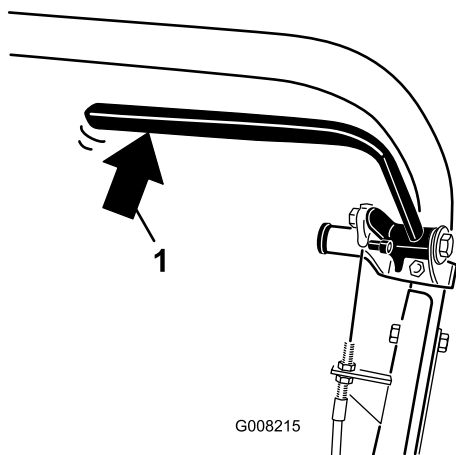

図 32
2. バネばかりで、常用ブレーキレバーを後ろから押す 図 32。約 13.5-18 kg の力でブレーキが解除されれば適正である。約 13.5-18 kg の力よりも小さい力でブレーキが解除される場合にはブレーキケーブルの調整が必要である。ステップ 3 に進む。